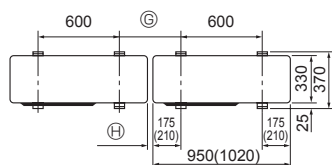

Fig. 3-1
- \* Η μονάδα πρέπει να τοποθετηθεί σε σταθερή και επίπεδη επιφάνεια για την αποφυγή θορύβων κατά τη λειτουργία. (Fig. 3-1)